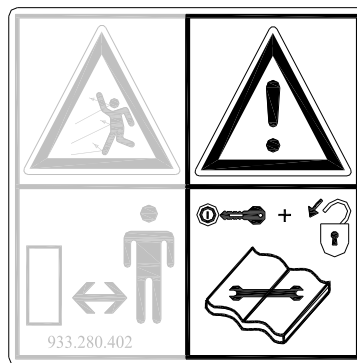
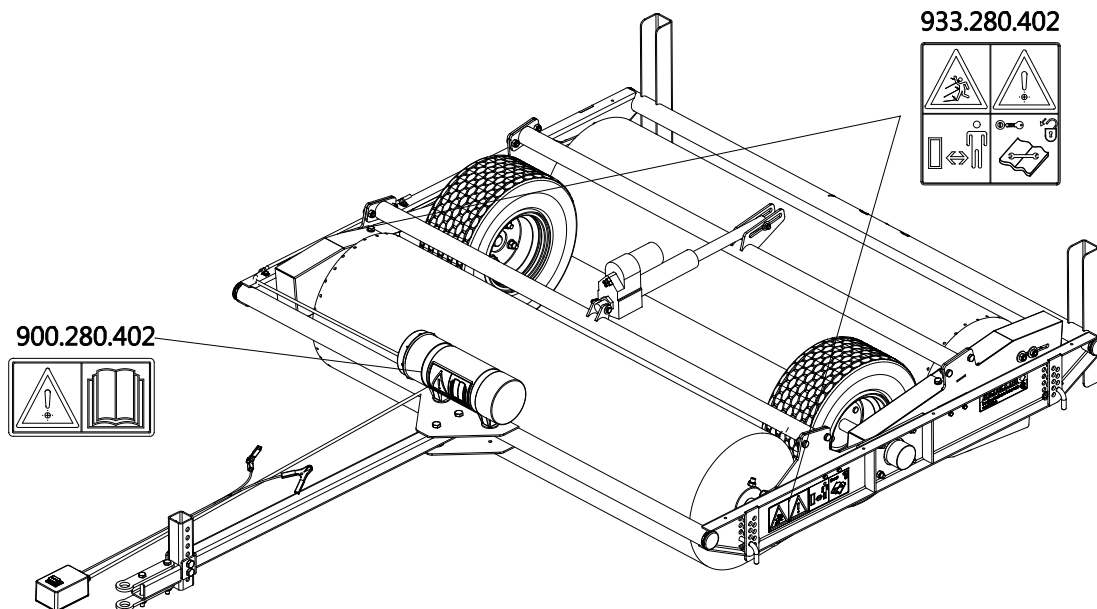

Fig. 2
Fig. 5
En cas d'entretien, de mise en place et de réparation, **toujours éteindre le moteur du tracteur et retirer la clef de contact et désaccoupler la prise de force.** (Fig. 2)
De part et d'autre du SPEED-BRUSH (Fig. 5) se trouvent des autocollants de sécurité (Fig. 2,3,4) avec une signification concordante. Ces autocollants de sécurité doivent être toujours bien visibles et lisibles et doivent être remplacés lorsqu'ils sont endommagés.
- (7) Emplacement des autocollants de sécurité. (Fig. 5)